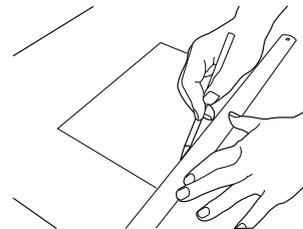

Fig. 13
1. Marque la línea de corte en la pieza de trabajo (Fig. 13).
3. Coloque la placa base (11) plana sobre la pieza de trabajo y encienda el láser (8).